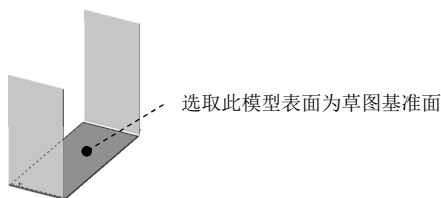
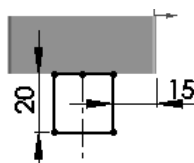

图 10.2.49 定义草图基准面
图 10.2.50 横断面草图
Step3. 绘制横断面草图。选取如图 10.2.49 所示的模型表面为草图基准面，绘制如图 10.2.50 所示的横断面草图。